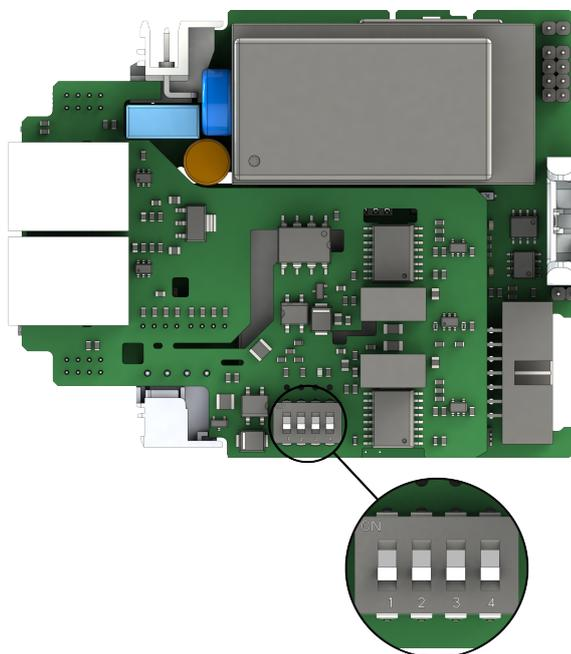

Рисунок 2.1 – Переключатели резисторов смещения
2.4.4 Для устройств MCU-AT2R(DT2R,хT2R)-х и MCU-ATRC(DTRC,хTRC)-х, при необходимости подключить смещающие резисторы, необходимо перевести оба движка в положение «ON». Для отключения в положение «OFF» (Рисунок 2.1). По умолчанию он находится в положении «OFF».